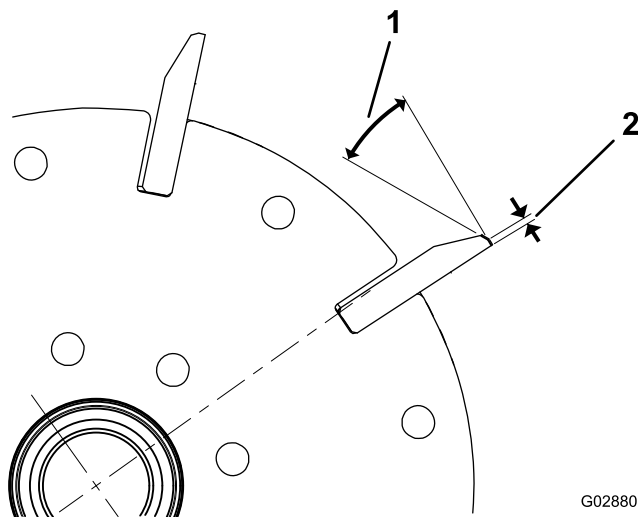

図 26
1. 全部のリール刃に 30°の角度で2番削りを行って、ランド部の幅を 1.3mm にしてください 図 26。